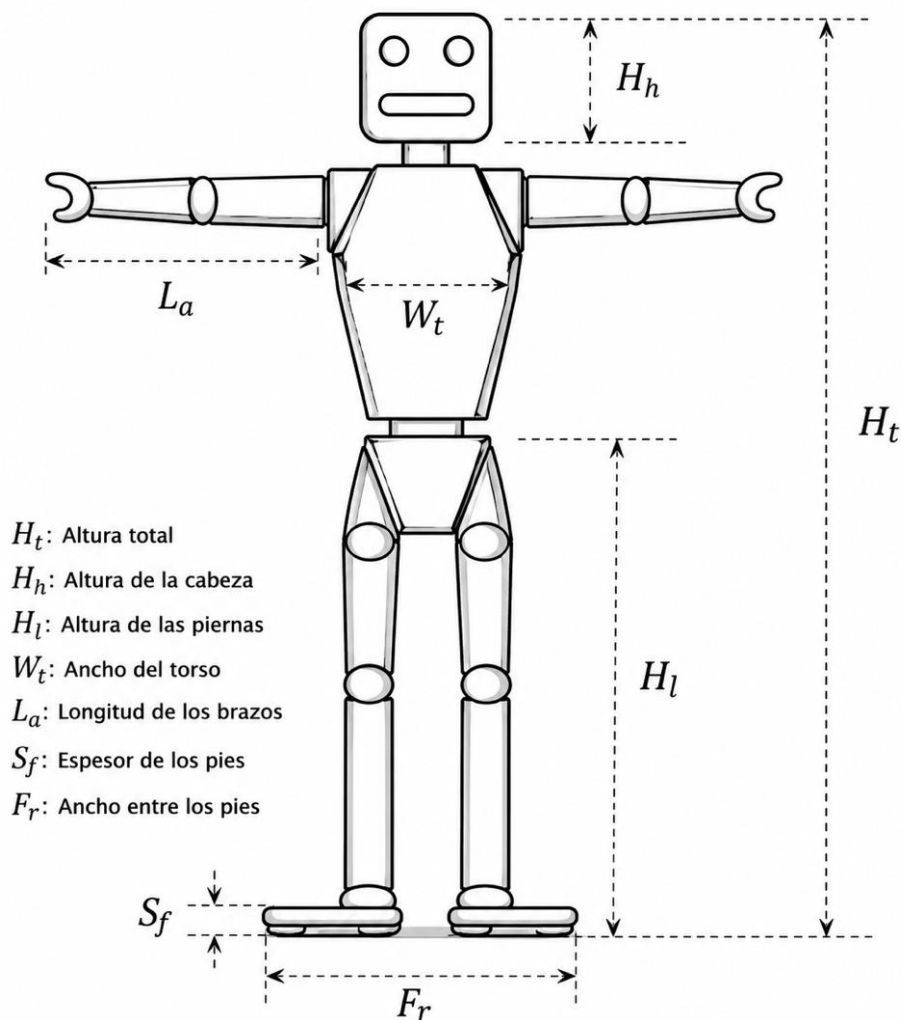

Figura 1. Referencia de dimensiones del robot humanoide.
- La altura del robot se considerará como la distancia vertical medida desde los pies hasta la cabeza, sin tomar en cuenta flexiones en ninguna parte del cuerpo, como se muestra en la **Figura 1**.